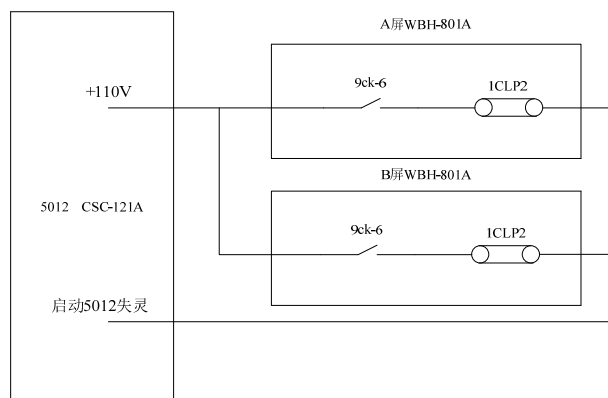

图 4 主变保护启动 5012 失灵回路
1) 失灵瞬跳回路：当 2 号主变第一套、第二套 WBH-801A 保护动作跳各侧断路器（5012 断路器拒动），其保护装置内保护动作接点 9ck-6 闭合，给 5012 断路器 CSC-121A 保护装置一个失灵开入量，启动 5012 断路器失灵逻辑，经 CSC-121A 型失灵保护装置内相电流元件判别开放出口，见图 4。